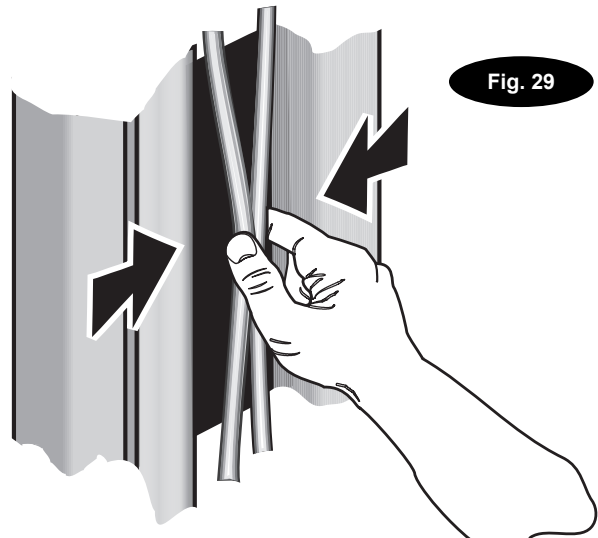

Fig. 29
**24. Aufkleber für die Entriegelung:** Den Aufkleber für die Entriegelung an der Abdeckung über dem Verriegelungsgriff anbringen (Abb. 29).